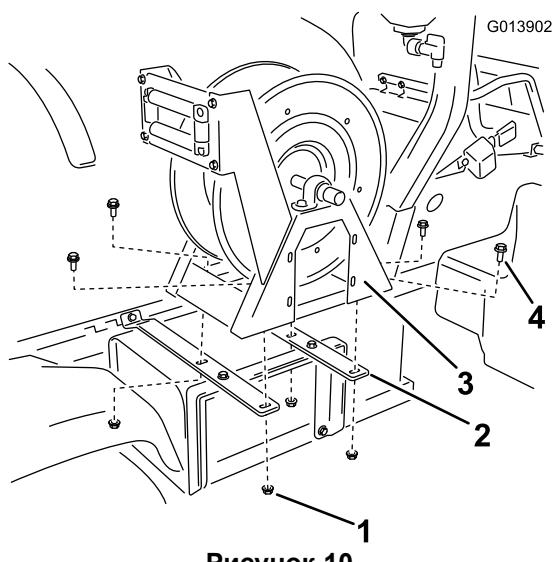

Рисунок 10
- Установите шланговый барабан в сборе на крепежные планки шлангового барабана (Рисунок 10) с помощью четырех болтов с фланцевой